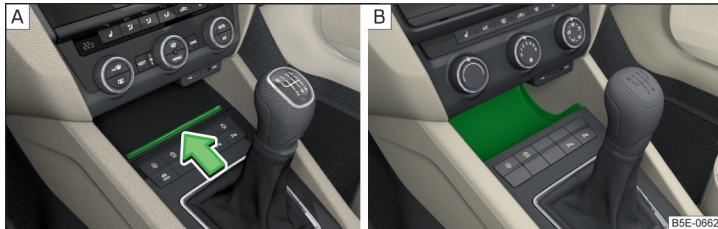

Abb. 99 Ablagefach öffnen / Nicht abschließbares Ablagefach
- Zum **Öffnen** auf die Leiste in Pfeilrichtung drücken » Abb. 99 - [A].
Bestimmte Modellausführungen verfügen über keinen Deckel des Ablagefachs » Abb. 99 - [B].